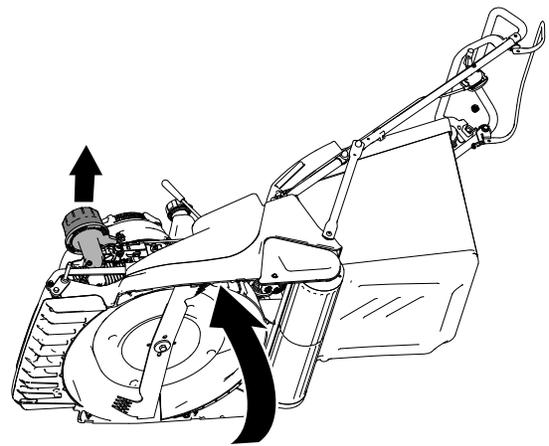

Bild 6
1. Kippen Sie die Maschine auf die Seite, sodass der Luftfilter oder der Schnitthöhenhebel nach oben zeigt (Bild 6).